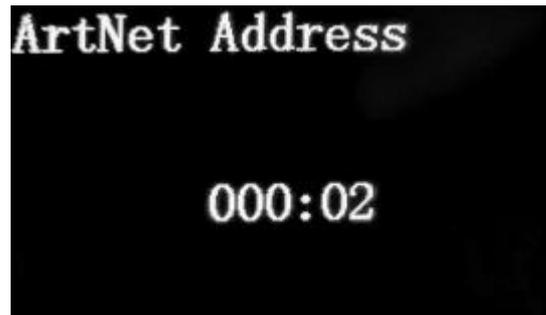
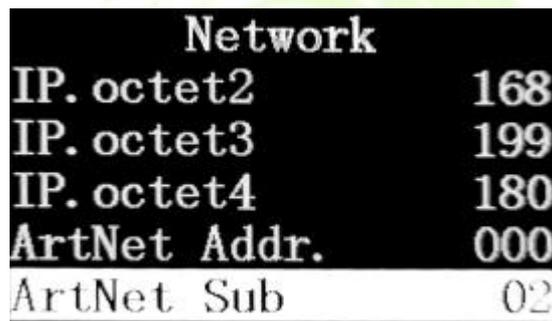

图 4.1-1
图 4.1-2
- 端口地址首段，如图 4.1-1 中的 000，与 4.1-2 的 ArtNet Addr.。
- 端口地址次段，如图 4.1-1 中的 02，与 4.1-2 的 ArtNet Sub。
- 图 4.1-1 中的的是显示的端口地址首段与次段，此界面无法修改，在图 4.1-2 中可修改。